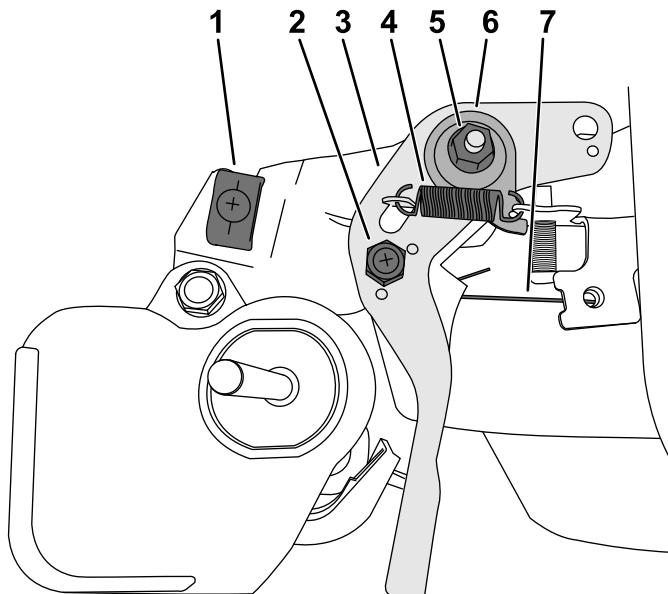

图9
2. 卸下油门控制枢轴螺母 图9。
3. 拆下短弹簧和调速器弹簧 图9。
4. 从发动机上卸下螺母、压力板、波形垫圈和油门控制杆 图9。